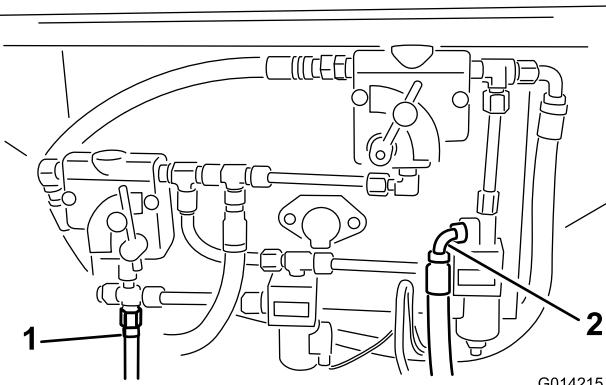
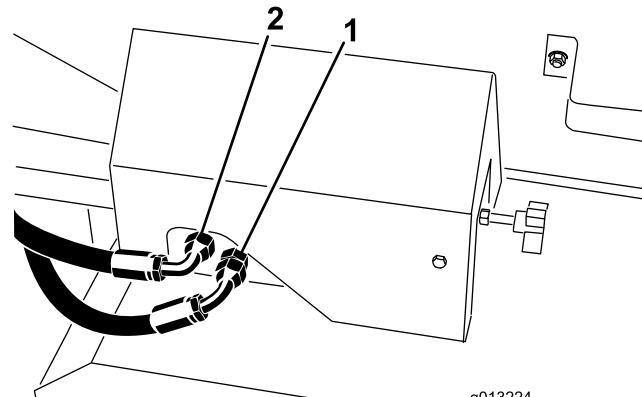
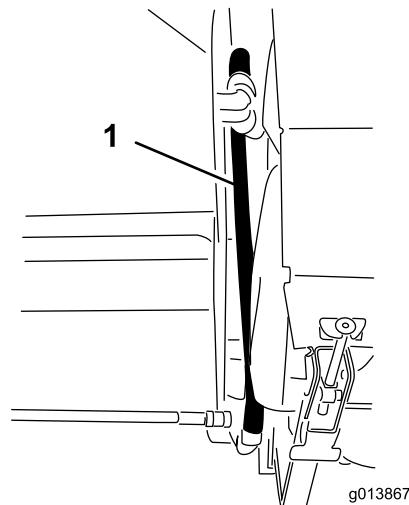
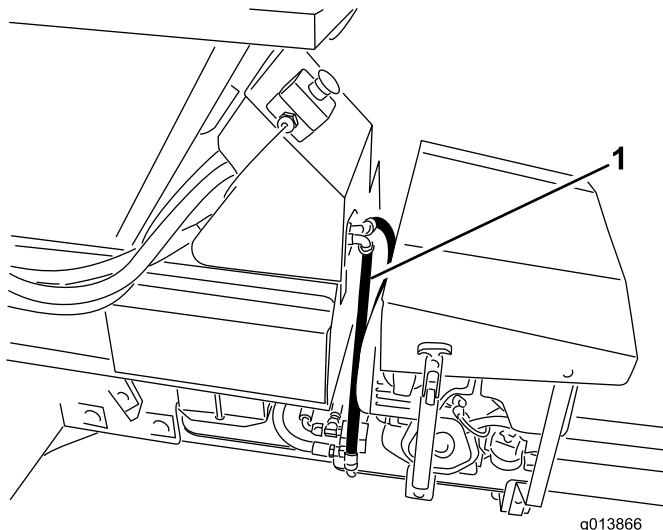

Figure 14
Figure 15
Figure 16
Figure 17
39. Identifiez les raccords de retour et de pression sur le modèle de base du ProPass. Reportez-vous à la Figure 14 pour les version SH et à la Figure 15 pour les versions EH.
40. Si des flexibles de pression et de retour sont installé aux emplacements indiqués à la Figure 14 et la Figure 15, déposez-les.
41. Branchez les flexibles hydrauliques au panneau de commande hydraulique. Reportez-vous à la Figure 14 et la Figure 16 pour les versions SH et à la Figure 15 et la Figure 17 pour les versions EH.